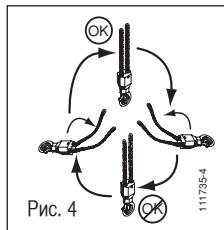

Рис. 4
2. Проверить, не перекручена ли подъемная цепь при установке, особенно если она состоит из 2 ветвей (см. рис. 4).